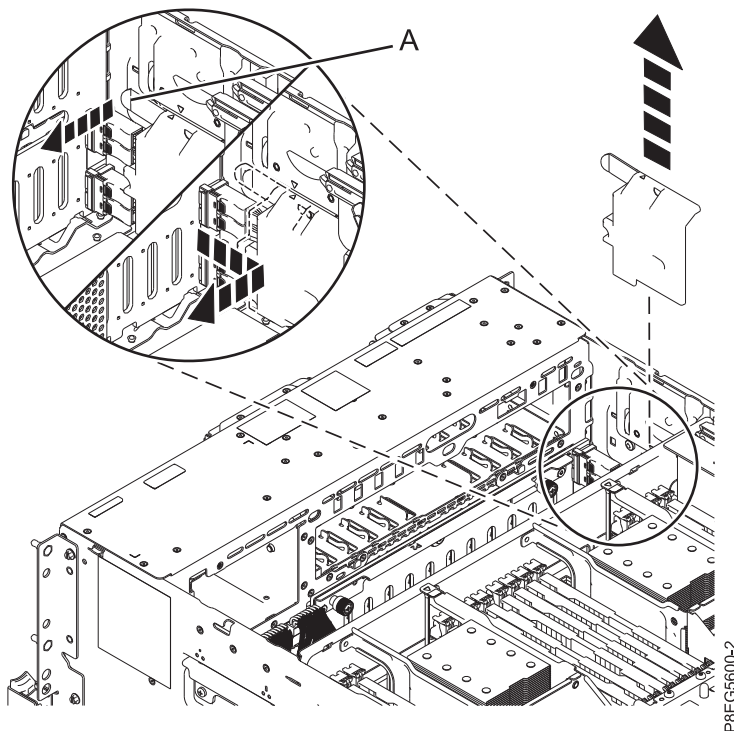

Figura 11. Remover a tampa de cabos SAS
3. Remover a tampa de cabos SAS da parte lateral do chassis. Agarre a pega (A) e afaste-a do lado do sistema, depois desloque a tampa em direcção à retaguarda para a remover como é apresentado. Consulte Figura 11.